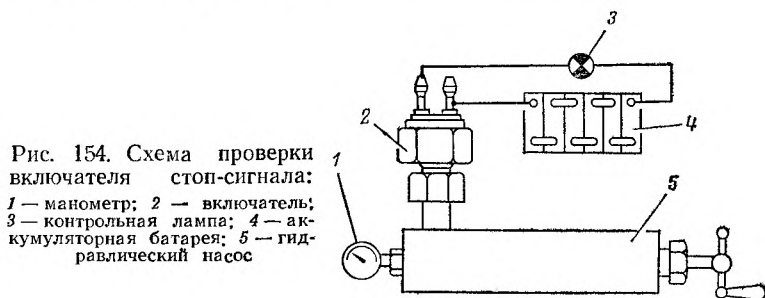

Рис. 154. Схема проверки включателя стоп-сигнала:
**Включатель стоп-сигнала.** Для проверки включателя собрать схему, показанную на рис. 154. Включатель 2 установить в гидравлический насос 5, создающий давление 6 кг/см2. Насос должен быть заправлен тормозной жидкостью.